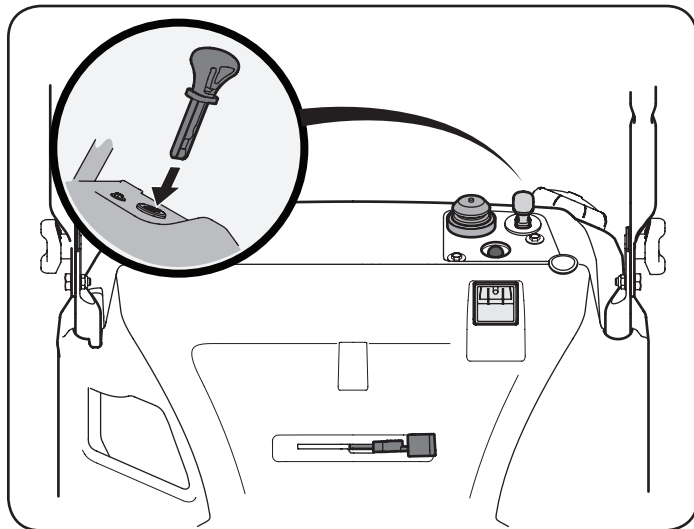

Figura 14
2. Inserte la llave de encendido en la ranura. Asegúrese de que entre a presión en su lugar. No intente girar la llave. Vea la Figura 14.